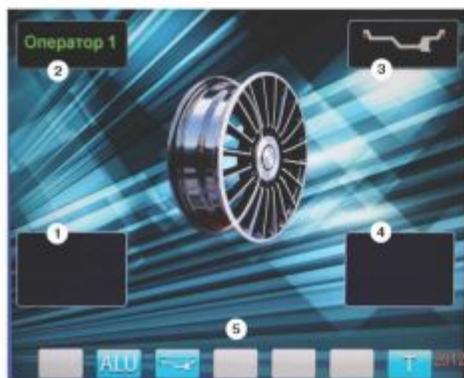

рис.8.2.
8.3. После включения питания СБ на экране монитора отображается фирменная заставка, которая через несколько секунд сменяется отображением экрана основного рабочего режима (рис. 8.2).
12.2. При включении СБ программа измерения дисбаланса настраивается таким образом, что дисбаланс менее 5 г (заводская установка) на любой плоскости коррекции не показывается, в этом случае в окнах 1 и 4 (рис. 8.2) высвечиваются «OK». Минимальный дисбаланс отображающийся в окнах 1 и 4 равен 5 г. Дисбаланс, превышающий 5г, округляется до величины кратной 5, т. е. дисбаланс 9, 10, 11 и 12 г отображается цифрой 10, дисбаланс 13, 14, 15, 16 и 17 г - цифрой 15 и т. д. Для просмотра неокругленного значения дисбаланса или дисбаланса менее 5 г.
12.3.3. Для проверки результатов балансировки снова запустите СБ. Если колесо отбалансировано правильно, на индикаторах 1 и 4 (рис. 8.2.) отображаются символы «OK».